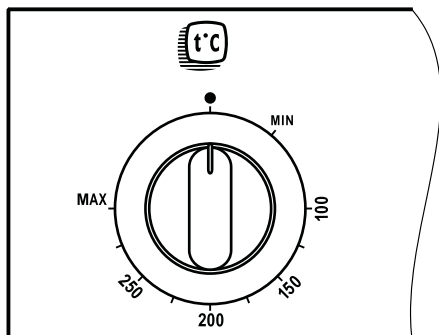

Рис. 9
- ручкой терморегулятора (рис.9) задается температура нагрева духовки, которая поддерживается автоматически.